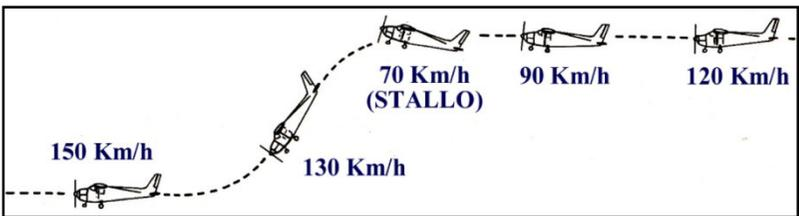

FIG. 3 – STALLO IN LINEA DI VOLO
b) stalli in linea di volo, con e senza motore. **FIG. 3**